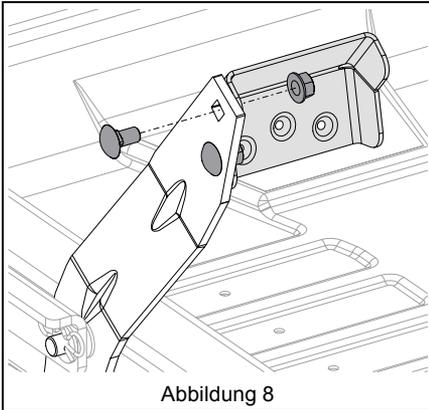

Abbildung 8
Siehe Abbildung 8.
2. Das Pedal wie in Abbildung 8 gezeigt drehen und mit den in Schritt 1 abgenommenen Befestigungsteilen an der Maschine befestigen.